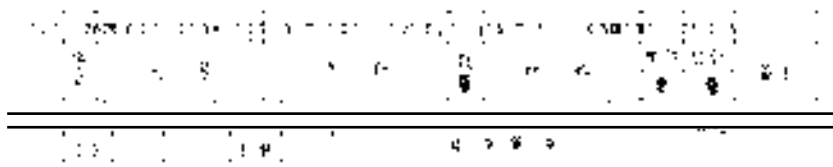

图 8.3.4 输入报表参数
Step4. 参照前面在重复区域中输入报表信息的操作方法，在“数量”栏中填入 `rpt.qty`；在“材料”栏中填入 `asm.mbr.user defined`，并在系统提示下输入 `cmat`；在“单件”栏中填入 `asm.mbr.user defined`，并在系统提示下输入 `cmass`。报表参数输入结果如图 8.3.4 所示。